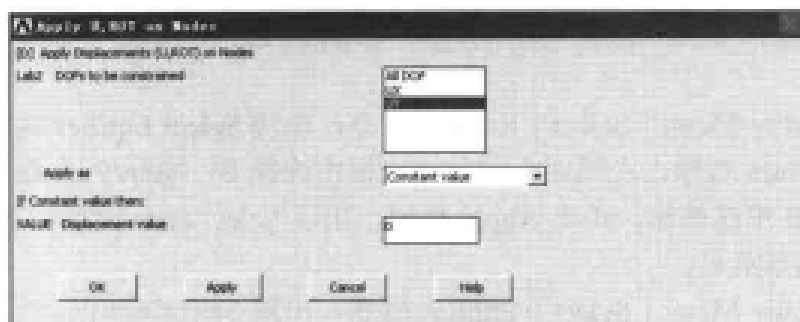

图 13-15 施加位移载荷对话框
(1) 选择 Main Menu | Solution | New Analysis 命令, 出现 New Analysis 对话框, 选中 Static 单选按钮, 单击 OK 按钮关闭该对话框。
(2) 选择 Main Menu | Solution | Define Loads | Apply | Structural | Displacement | On Nodes 命令, 出现 Apply U,ROT on Nodes 菜单, 单击 Pick All 按钮, 出现 Apply U,ROT on Nodes 对话框, 在 Lab2 DOFs to be constrained 列表框中选择 UY 选项, 在 VALUE Displacement value 文本框中输入 0, 如图 13-15 所示, 单击 OK 按钮关闭该对话框。